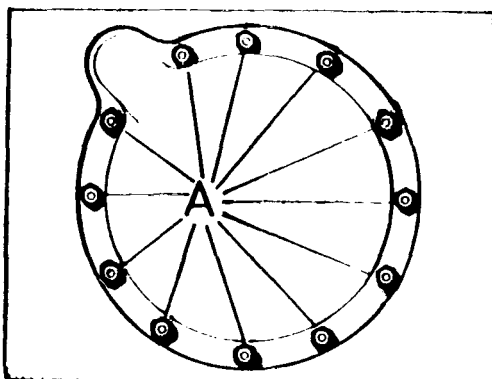

Fig. A1-12 Desmontaje de tuercas de unión caja de cambios a motor
- 1.9. Bajar el motor para mantener la alineación con la caja de velocidades y apoyar ésta sobre un gato o soporte adecuado. Soltar las tuercas, A (Fig. A1-12) que fijan el cárter de embrague al del volante.
- 2.2. Llevar la palanca de la caja de velocidades a una combinación cualquiera, para evitar el giro del primario y situar el motor frente al cárter de embrague, girando el volante motor si es preciso para conseguir la alineación de las ranuras del eje y las del disco de embrague. Conseguida esta alineación, se empujará el motor hacia atrás hasta que el primario y los espárragos de cárter del volante, encajen por completo. Montar las tuercas, A (Fig. A1-12) y apretarlas por igual.